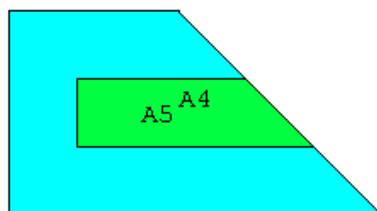

图11.32 删除多余的面
(13) 单击 **Main Menu>Preprocessor>Modeling>Delete>Area and Below** 菜单，弹出图形拾取对话框，选择面 3，单击【OK】按钮，即要删除多余的面。如图 11.32 所示。